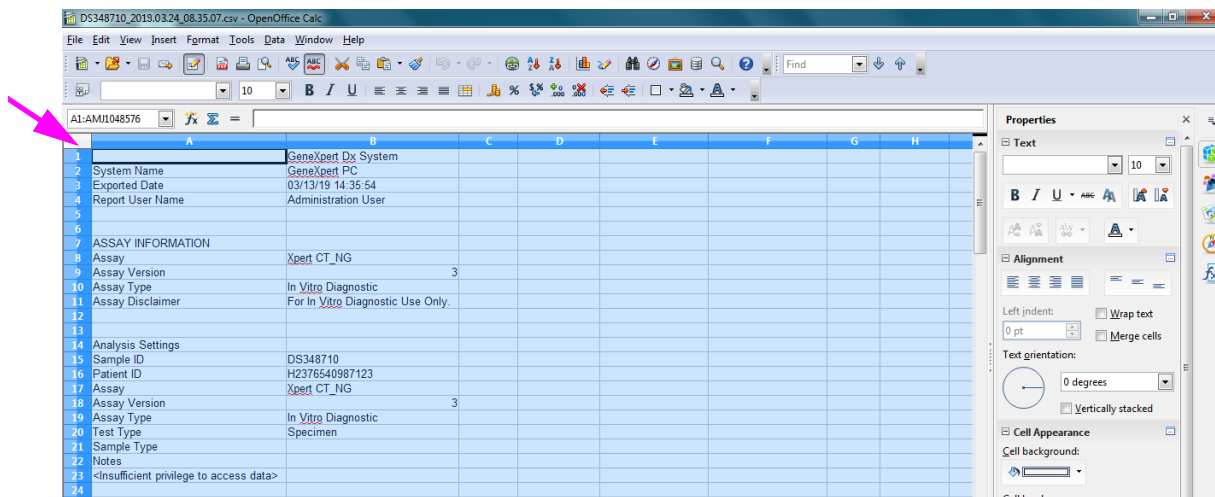

Figura 5-65. Toate celulele selectate
4. După deschiderea fișierului, faceți clic pe colțul din stânga sus al foii de lucru pentru a evidenția toate celulele, așa cum se arată în Figura 5-65.